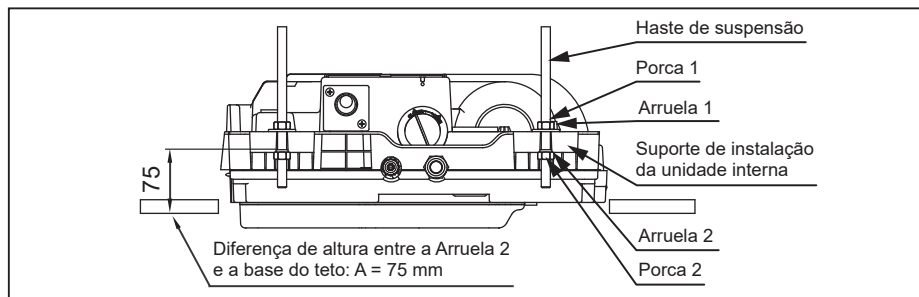

FIG. 20
3. Prenda as hastes de suspensão nos ganchos, suspenda a unidade e inicie o ajuste do nivelamento da unidade com as arruelas e as porcas sextavadas (Fig.20).
- Ajuste a altura da porca 2 para que a diferença entre a superfície superior da arruela 2 e a base do teto seja de 75mm ("A" - Fig.20).